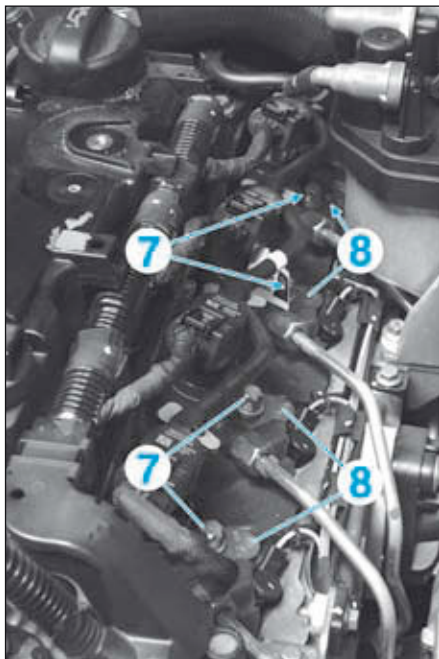

FIG.52
- Déposer les vis (7) et les brides (8) (Fig.52).